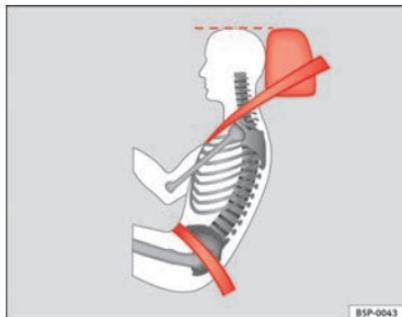

Abb. 13 Richtiger Gurtbandverlauf und richtige Kopfstützeinstellung von der Seite betrachtet
- Das Beckengurtteil des Sicherheitsgurtes muss vor dem Becken verlaufen und niemals über dem Bauch. Dabei muss der Gurt flach und fest am Becken anliegen ⇒ **Abb. 13**. Ziehen Sie das Gurtband gegebenenfalls etwas nach.